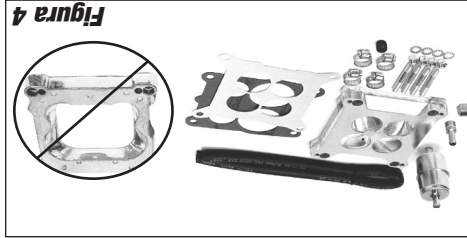

Figura 4
3. Cuando instale un carburador Performer o Thunder Serie AVS en un múltiple de admisión Quadrajet de General Motors o Thermoquad de Chrysler, debe usar el adaptador 2696 o el kit de tubería de combustible y adaptador 2697 de Edelbrock. El 2697 incluye el adaptador 2696 y el kit de la línea de combustible 8135. **No use un adaptador abierto** (vea la Figura 4).